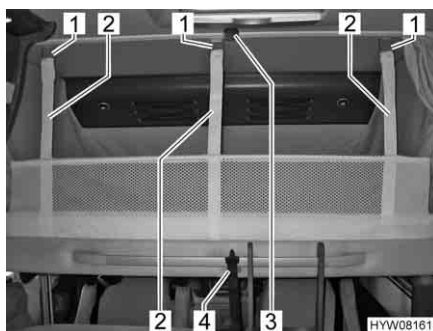

Fig. 71 Letto basculante con rete protettiva montata
- Staccare la cintura di ritegno (Fig. 71,4).
- Staccare le cinture di ritegno (Fig. 71,2) e sistemare la rete protettiva sotto il materasso.
- Assicurare il letto basculante al soffitto (Fig. 71,3) mediante la cintura di ritegno (Fig. 71,4).
- Agganciare le cinture di ritegno (Fig. 71,2) ai ganci (Fig. 71,1) del soffitto.